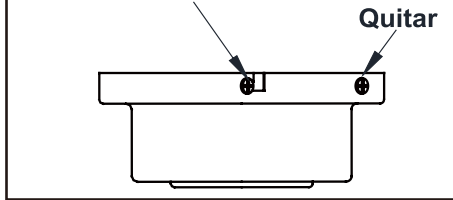

Figura 6
2. Retira la placa de montaje de la cubierta aflojando los cuatro tornillos de su parte superior. Quita los dos tornillos sin ranura y afloja los tornillos ranurados. Esto te permitirá retirar la placa de montaje. (Figura 6)
2. Retire la placa de montaje de la marquesina desenroscando los cuatro tornillos ubicados en la parte superior de la marquesina. Retire los dos tornillos de cabeza sin ranura y desenrosque los tornillos de cabeza con ranura. Asi se podra retirar la placa de montaje. (Figura 6)